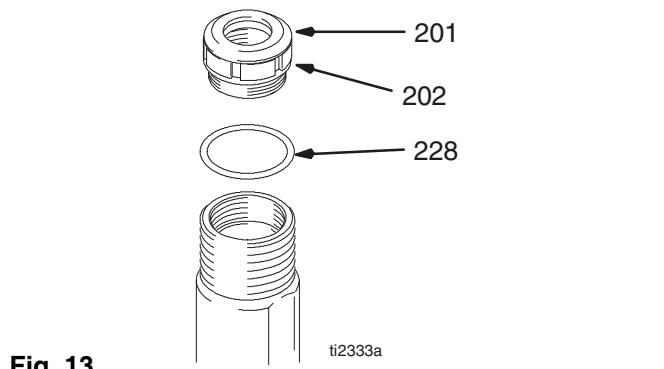

Fig. 13
Fig. 13. Instale o vedante (201) na porca do vedante (202). Instale o espaçador de ajustagem (228) na porca do vedante. Instale folgadamente a porca do vedante no cilindro.